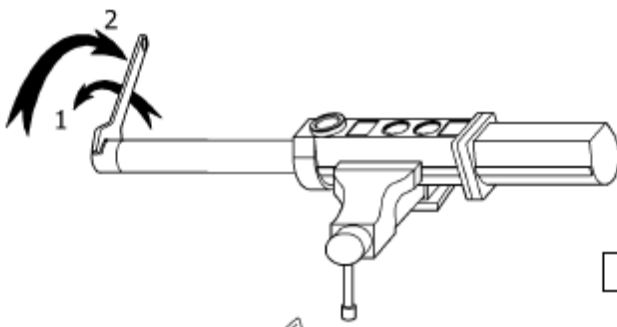

Рис. 4
1. Установить насос в зажимном приспособлении в горизонтальном положении и зажать по корпусу (16)
2. Отсоединить всасывающую трубку (30) от корпуса насоса (16), использовать гаечный ключ, 32 мм, на плоскостях корпуса нижнего клапана (35) (рис. 4). Потянуть сначала по часовой стрелке для срыва уплотнения, а затем против часовой стрелки для отвинчивания и снятия узла трубки в сборе, в том числе и основу корпуса (29).